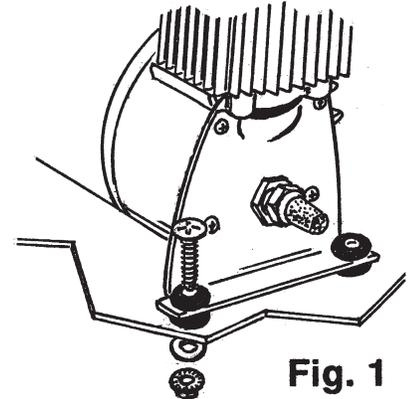

Fig. 1
INSTALACIÓN DEL COMPRESOR (Fig 1):
2. Usando los soportes de montaje del compresor como patrón, marque la ubicación de los agujeros y taladre a 5,16 mm (13/64") de tamaño. Asegure el compresor a la superficie de montaje con los artículos de ferretería proveídos. (Fig1.)